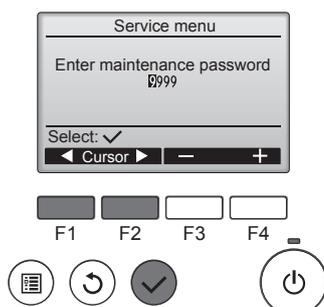

Fig. 7-3
- ① Seleccione "Service" (Revisión) desde el Menú principal, y pulse el botón
- ② Una vez seleccionado el Menú Revisión aparecerá una ventana que pide la contraseña. (Fig. 7-3)